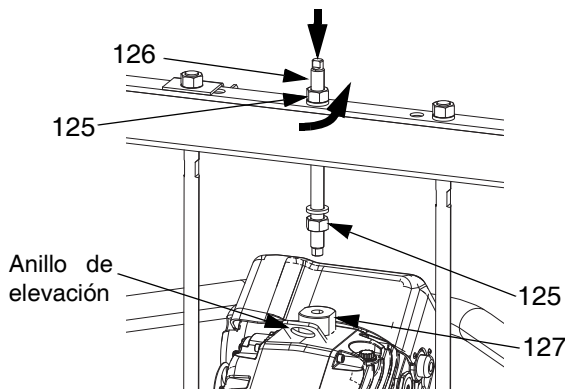

FIG. 41: Plato de 200 l (55 gal.)
5. Desconecte el controlador (AB):
- a. Fije un dispositivo de izado seguro al anillo de elevación del controlador. Afloje la tuerca (125) debajo del travesaño.
- b. Use una llave para sujetar el adaptador del anillo de elevación (127) en su sitio y afloje con otra llave la varilla roscada (126) encima del travesaño. Consulte la FIG. 41.